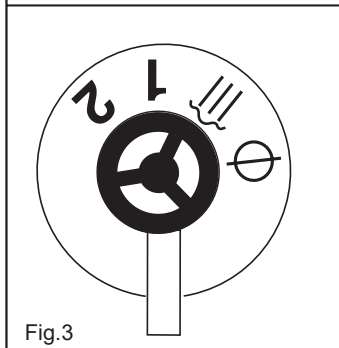

Fig.3
- Hay diversos mecanismos de seguridad para reducir la presión que garantizan el buen funcionamiento de la olla a presión. (Fig. 3)